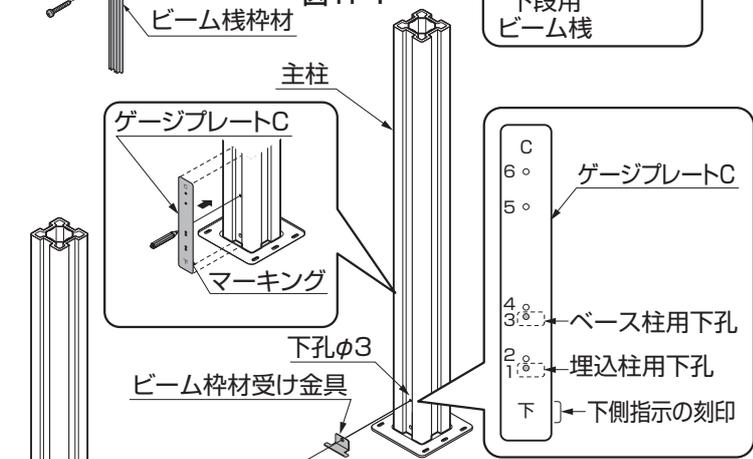

図11-2
- ③パネルを入れる側の面の柱の底面に、ゲージプレートCの下面を合わせてください。(図11-2参照)
- ゲージプレートCには上下があります。「下」と刻印してある側を下に合わせてください。(図11-2参照)
- ④印を付けた支柱溝部のネジ位置に、φ3の下孔をあけてください。
- ⑤ビーム棧枠材受け金具の下孔にそって主柱に、【15-2】で固定してください。
- ベース柱には3の孔を使用してください。埋込柱には1の孔を使用してください。(図11-2参照)
- ⑥上棧下側の両端の溝にクッション材を貼り付けてください。
- ⑦組付けたビームパネルをスライドさせて取付けた後、上棧を組合わせて組付け位置を決めてください。
- ⑧柱に上棧の片側2ヶ所のネジ位置にそって、φ3の下孔をあけ、【10-1】で固定してください。
- ⑨ビーム棧枠材取付ネジ位置にφ3の下孔をあけ、【15-3】で固定してください。